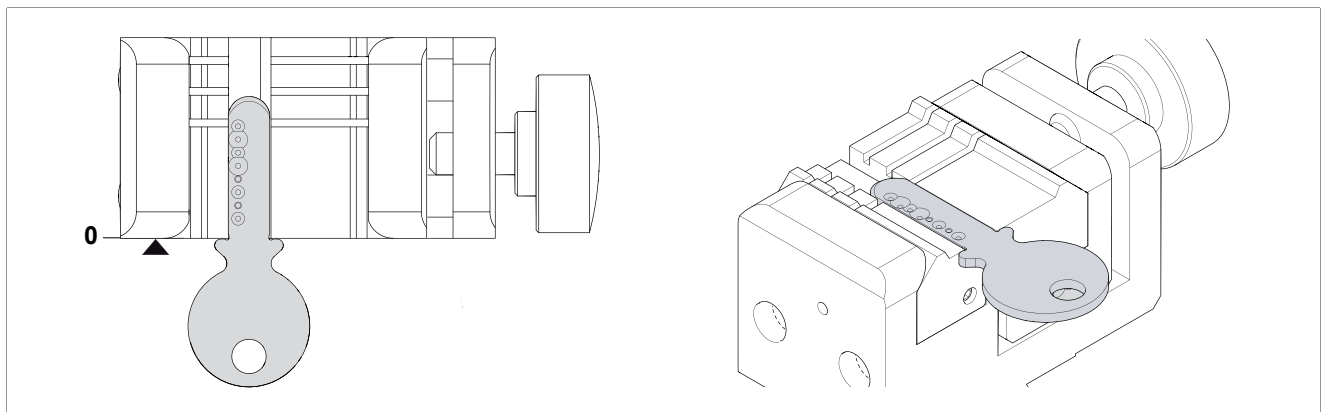
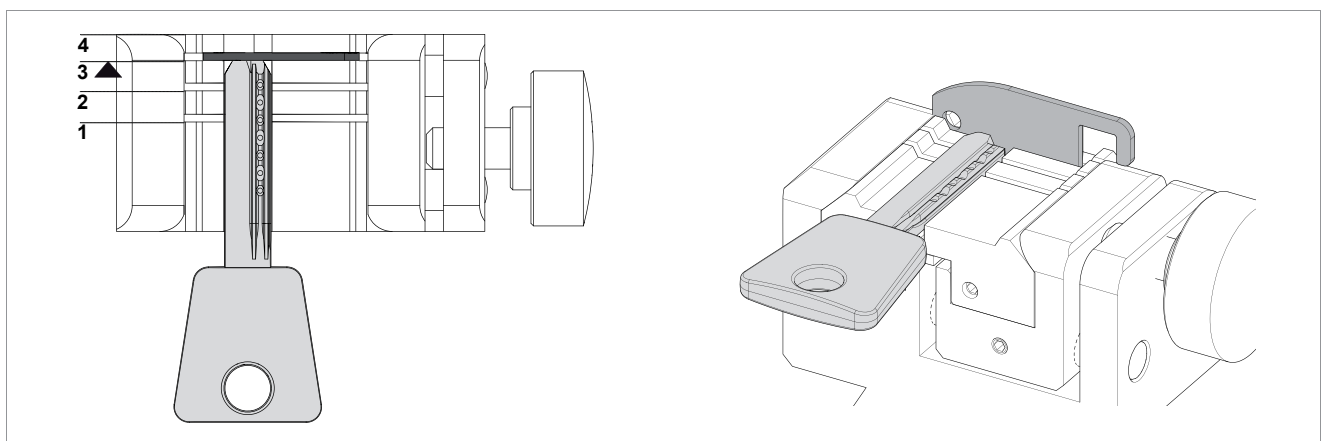

Fig. 44 - TOPE CABEZA
Fig. 45 - TOPE EN PUNTA
- tope mordaza previsto (Fig. 44 y Fig. 45)
Las primeras (con tope de parada) hay que colocarlas apoyadas contra las quijadas (tope "0") (Fig. 44) mientras que las otras (tope en la punta) hay que colocarlas con referencia en una de las ranuras (1-2-3-4), según lo indicado en el programa Silca en el tablet. Para esta operación utilizar la barra del equipamiento base (Fig. 45).